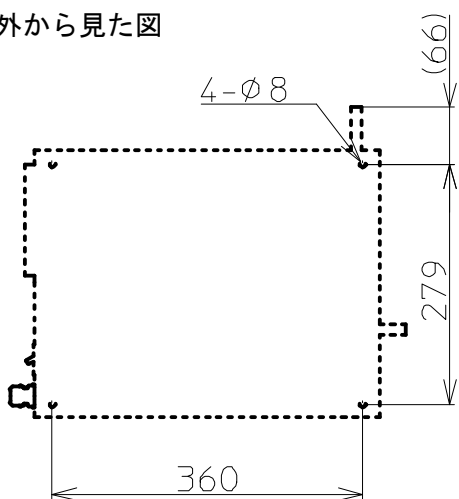

図2-2. 取付穴加工図
1. 取付穴加工図（図2-2）に従って、φ8取付穴（4箇所）を取付面に加工してください。